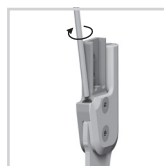

Fig. 18
- 6 Atornille el tornillo de ajuste hasta la posición deseada (fig. 18).